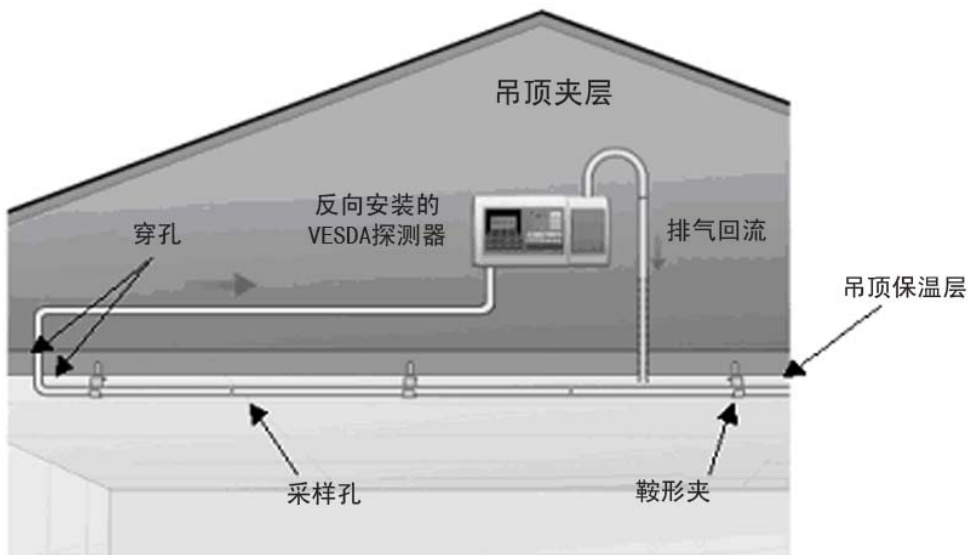

图2 - 安装在吊顶上的 VESDA 采样管
1. 如图所示，可以将采样管沿着被保护区内吊顶布置(图 2)。这种技术能够最大限度地减少采样管穿插墙面或吊顶的次数，可以在大多数实际情况下应用。在这种情况下，必须在安装完毕后才能在采样管上钻孔。
- 如图所示，将探测器反向安装，采样管从下面接入探测器 (图 2)。